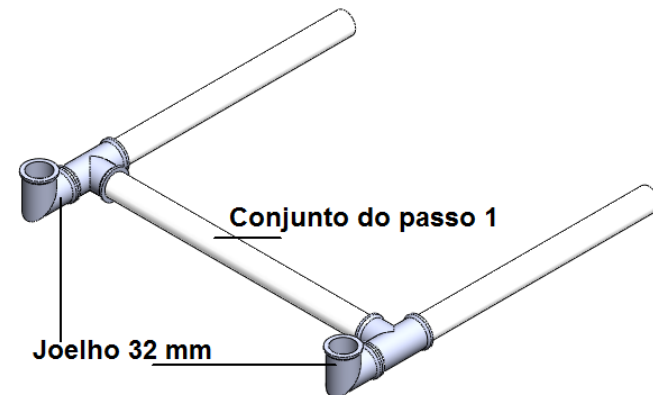

Figura 29. Montagem Final – Passo 2
- Passo 2: Junte o conjunto montado no passo 1 com duas conexões “Joelho 32 mm”, como mostrado na figura 29 (1 unidade);